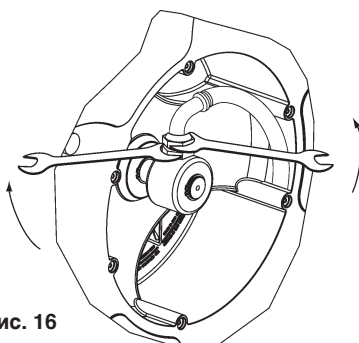

Рис. 16
2. Отвинтить гайки при помощи двух гаечных ключей (рис. 16).